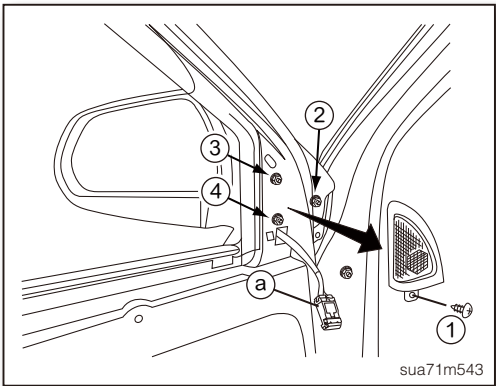

图2
- 2. 拆下前门高音喇叭固定螺丝①，接着取下前门高音喇叭(如图2)。
- 3. 拆开左车门后视镜线束接头③(如图2)。
- 5. 拆下左车门后视镜固定螺母②(如图2)。
- 6. 拆下左车门后视镜固定螺母③、④(如图2)。
- 5. 拆下右车门后视镜固定螺母②(如图2)。